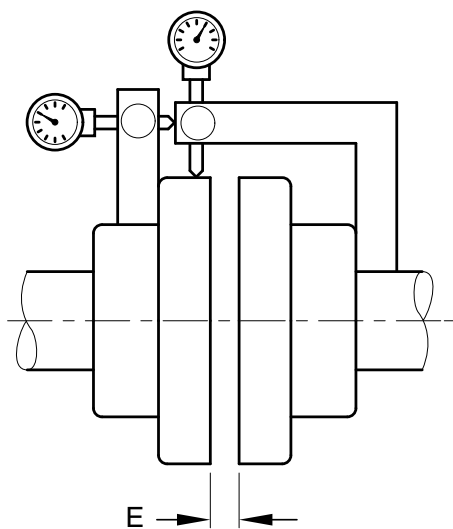

Figura 9: Medição combinada axial/radial
4.2.3.3 Medição combinada axial e radial (Figura 9)
A figura 9 mostra um método relativamente simples de combinar as duas medições. Os medidores com mostrador são embutidos nos furos correspondentes dos elementos de ferro plano aparafusados ou sob tensão e depois são fixados, p. ex. com cavilhas roscadas.